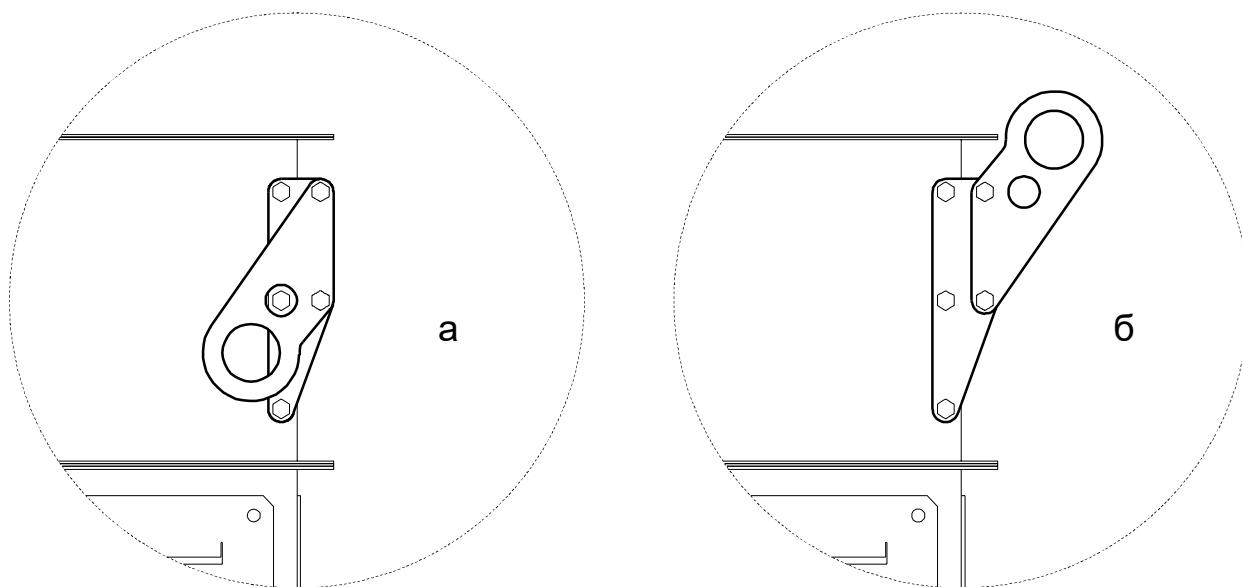

Рис.9. Монтажные проушины.
6.2. МВГ оснащен съемными монтажными проушинами. При поставке они находятся в убранном состоянии и не выходят за габариты МВГ. При необходимости, монтажные проушины могут быть установлены в рабочее положение (см. рис.9). После монтажа проушины необходимо установить обратно в транспортное положение.